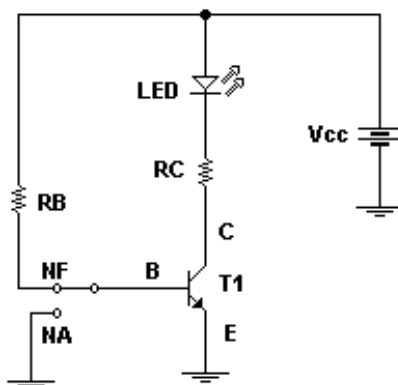

Figura 23
9.1 – Monte o circuito da figura 23.